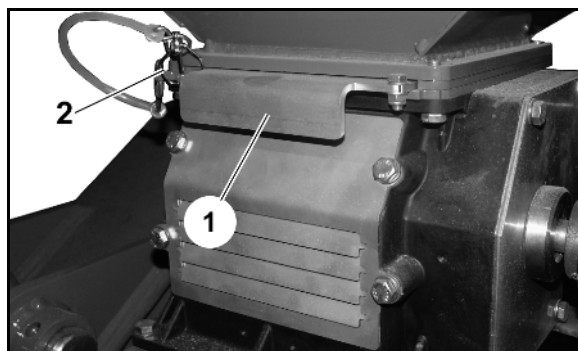

Рис. 82
6. При необходимости снова откройте отверстие бункера для посевного материала (Рис. 82/1) и застопорите пружинным фиксатором (Рис. 82/2).